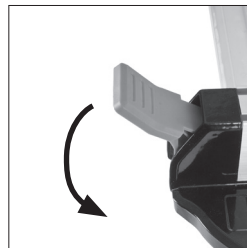

Abb. 20
- Drücken Sie den Griff nach unten, um den Parallelschlag an seinem Platz zu verriegeln. (**Abb. 20**).